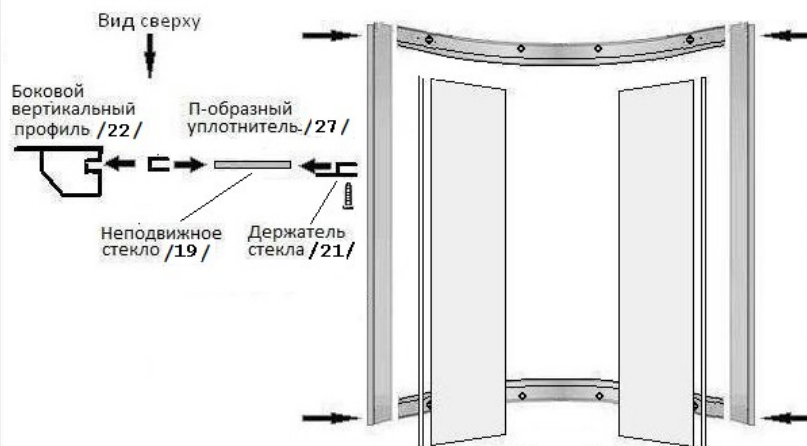

Рис. 3
2.2. Сборка фронтальной стенки (рис. 3)